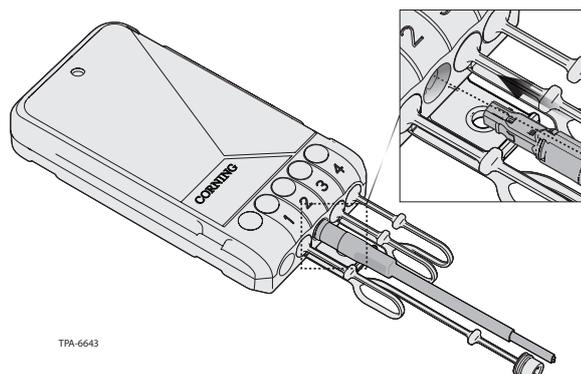

Abbildung 11
Schritt 2: Richten Sie die Kerbe oben auf dem Steckverbinder an der Taste des Anschlusses am Terminal aus. (Abbildung 11)
Schritt 8: Setzen Sie das vorkonfektionierte Drop-Kabel in den Drop-Steckverbinderanschluss ein. Richten Sie die Kerbe am Steckverbinder an der Taste des Anschlusses am Terminal aus (Abbildung 11).